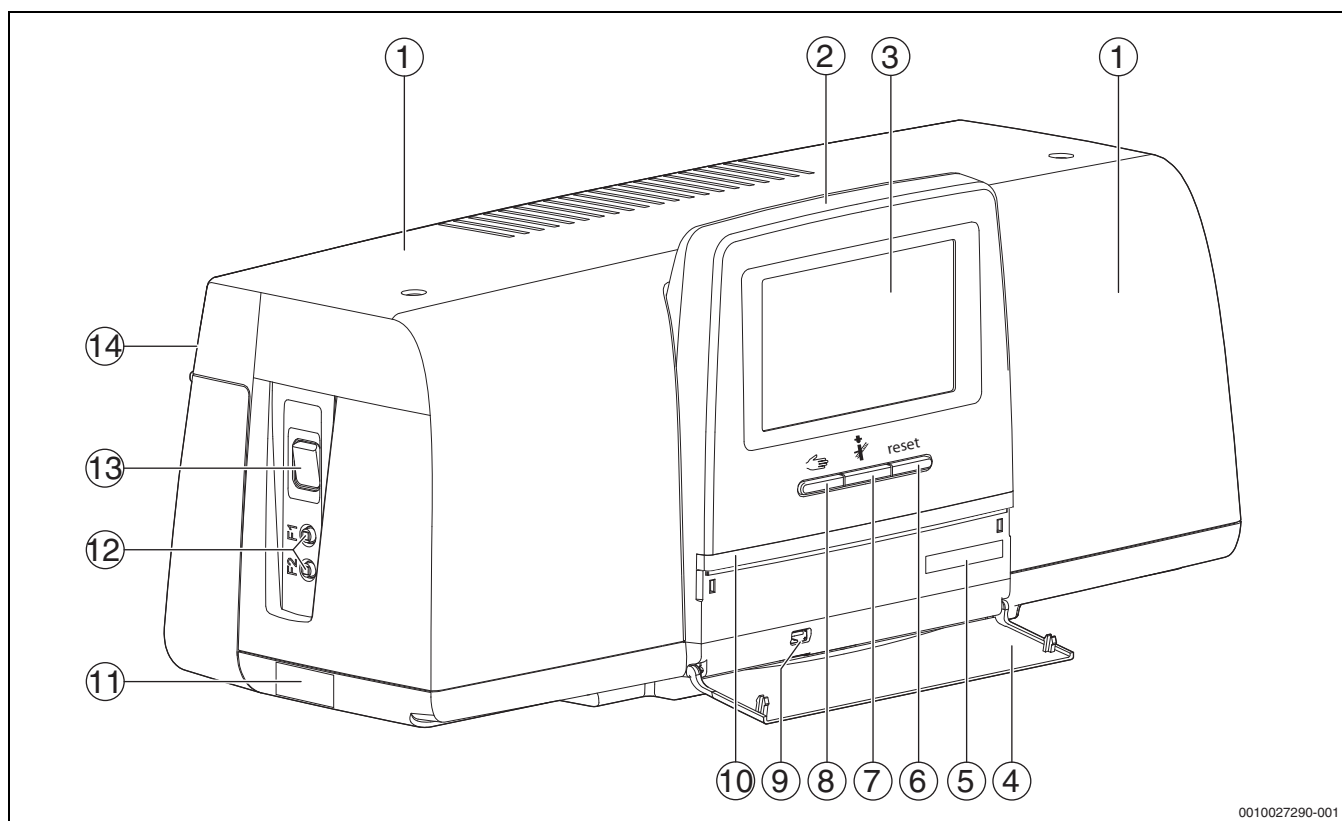

Fig. 1 Privire de ansamblu asupra automatizării și asupra elementelor de comandă
Starea instalației, a funcțiilor, și a componentelor instalației este indicată prin intermediul afișajului de stare (→ Fig. 7, [2], [6], pagina 10) și afișajului de stare LED (→ Fig. 1, [10], pagina 6):
- ▶ Porniți automatizarea prin intermediul întrerupătorului (→ Fig. 1, [13], pagina 6).